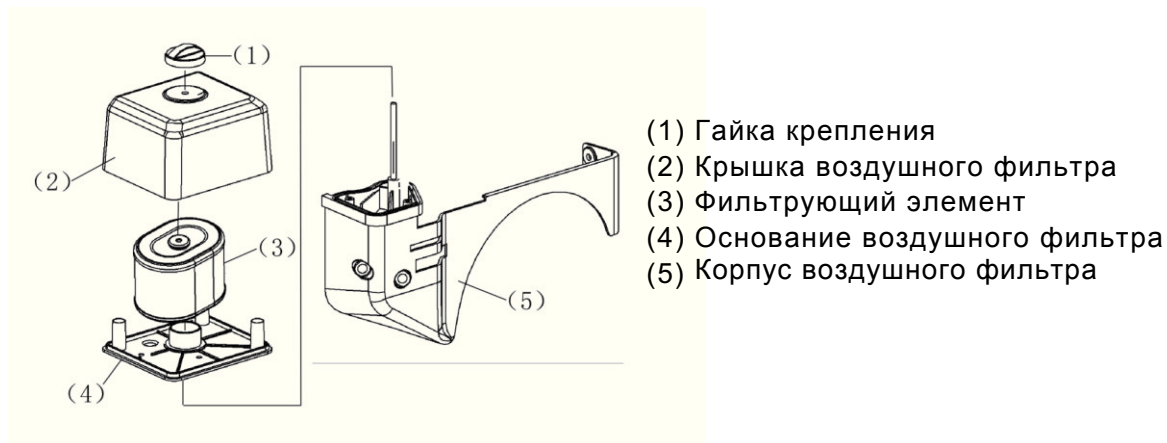

Рис. 6
(1) Фильтр с масляной ванной:
(2) Фильтр с сухим бумажным фильтрующим элементом. (см. рис. 6)